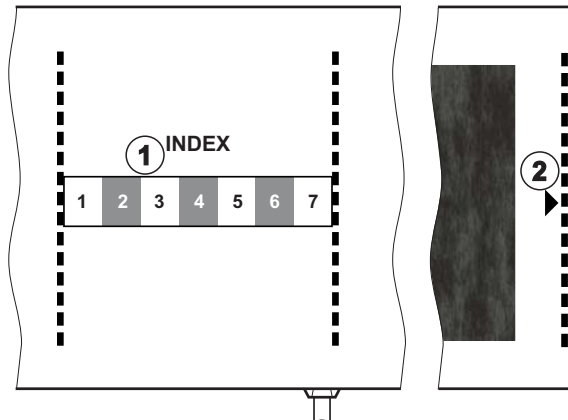

Fig. 11-6 Marcas para la adecuación del tamaño del manguito
El tamaño del manguito es el adecuado para la circunferencia del brazo del paciente si la línea a puntos marcada con una flecha (en el borde del manguito, véase Fig. 11-6, ②) se encuentra dentro del rango marcado con "INDEX" (①) al posicionar el manguito.